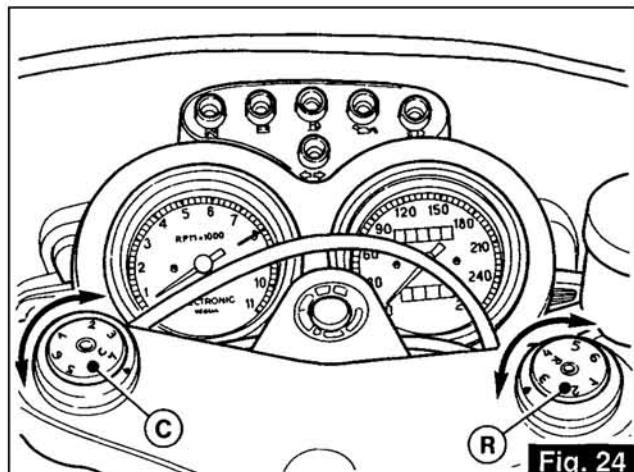

Fig. 24
5.5 RÉGLAGE DE LA FOURCHE TÉLESCOPIQUE RÉGLABLE (fig. 24)
5.5 REGISTRIEREN DER EINSTELLBAREN TELESKOPGABEL (Abb. 24)